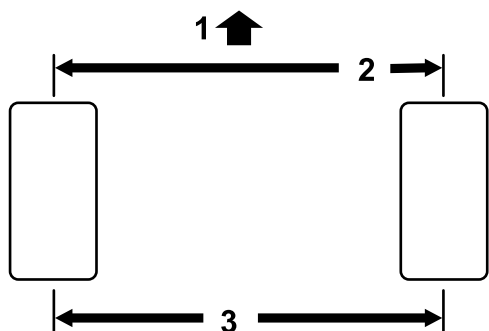

图61
1. 测量前、后转向轮胎中心到中心轮轴高度的距离 (图61)。